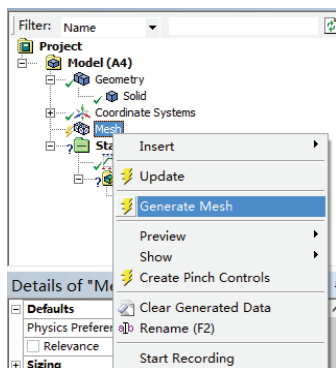
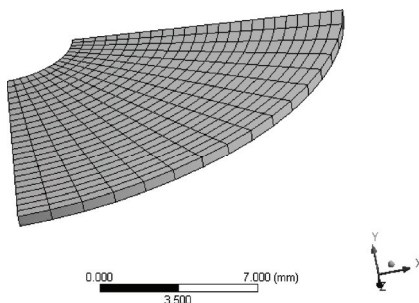

图 7-16 划分网格命令
图 7-17 网格模型
4) 在 Outline 树结构图中的 Mesh 选项单击鼠标右键, 在弹出的快捷菜单中选择 Generate Mesh, 如图 7-16 所示。最终生成的网格效果如图 7-17 所示。